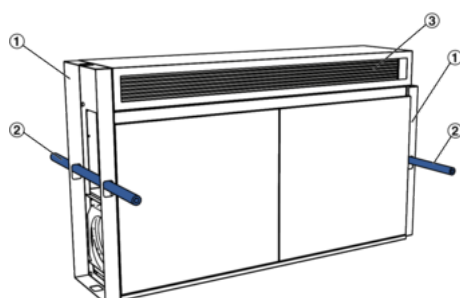

Abb. 33: Transport mit Tragehilfen
1. Vor der Montage das Gerätbauteil 1 (Abb. 33/1) an den Montageort transportieren, hierzu kann das Gerät an den Tragehilfen (Abb. 33/2) transportiert werden. Beispielsweise mit Rundschlingen für den Staplertransport. Alternativ können Rohre (Abb. 33/2) (bauseits) in die Tragehilfen eingeschoben werden, mit denen das Gerät angehoben werden kann.
Die Zuluftgitter (Abb. 33/3) und Abdeckleisten liegen verpackt in einem der Gerätebauteile. Diese entnehmen und für die spätere Montage lagern.